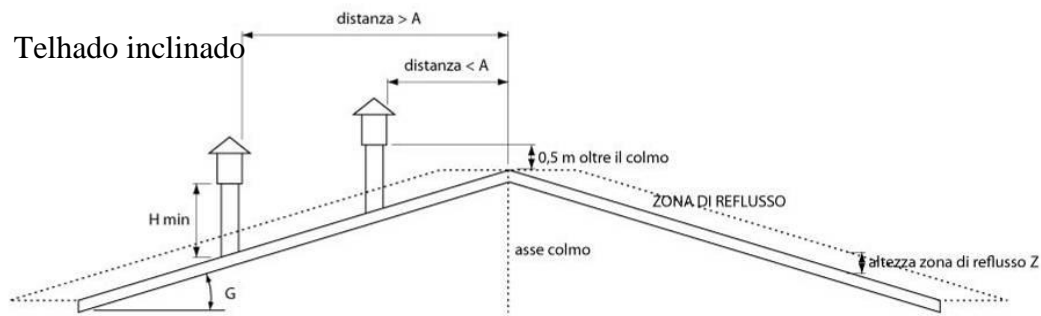

Fig.5
- O terminal deve estar posicionado de modo que assegure a dispersão e a diluição adequada dos produtos da combustão e, de qualquer modo, fora da zona de refluxo. Essa zona tem dimensões e formas diferentes de acordo com o ângulo de inclinação da cobertura, por isso é necessário adotar as alturas mínimas citadas na fig.4 e na fig.5.
- O terminal deverá ser do tipo com proteção contra o vento e superar a altura da cumeeira fig.4 e fig.5.